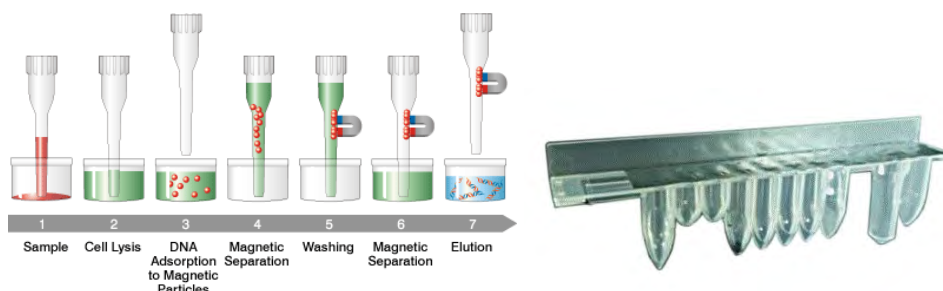

Figura 1-5: Princípio de extração de ácidos nucleicos e cassete de extração ELITE InGenius SP 200
- O conjunto do reagente foi otimizado para o isolamento de ácidos nucleicos de amostras de 200 µL (Figura 1-5: ELITE InGenius – Cassete de extração SP200 e princípio de extração).